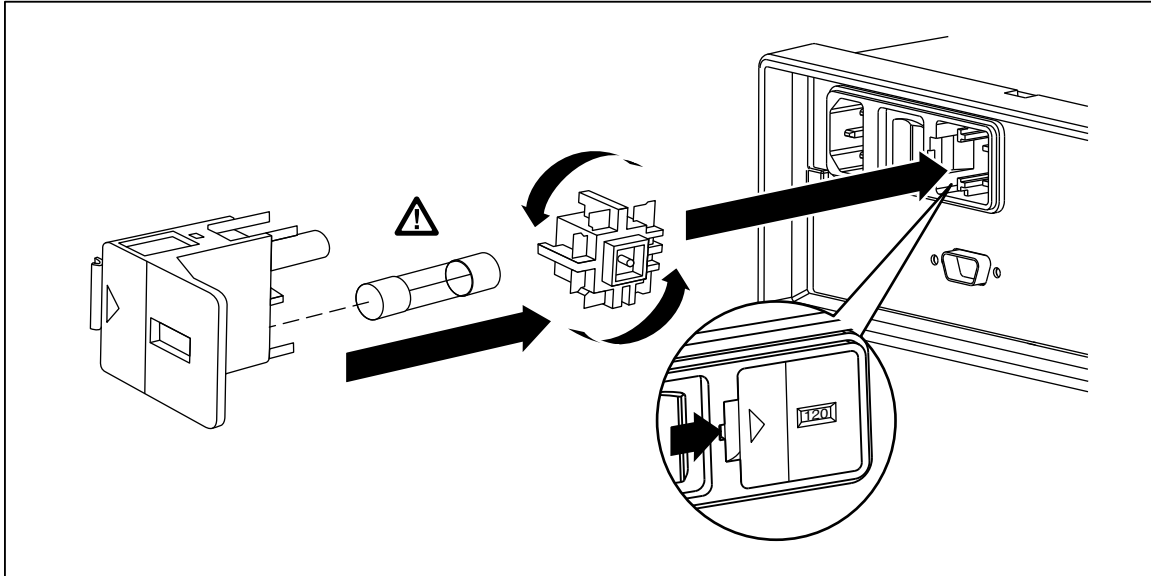

Figure 2-1. Remplacement du fusible secteur
2. Insérez la lame d'un petit tournevis dans la dépression étroite à gauche du porte-fusible et poussez vers la droite pour ouvrir le porte-fusible. Reportez-vous à la figure 2-1.